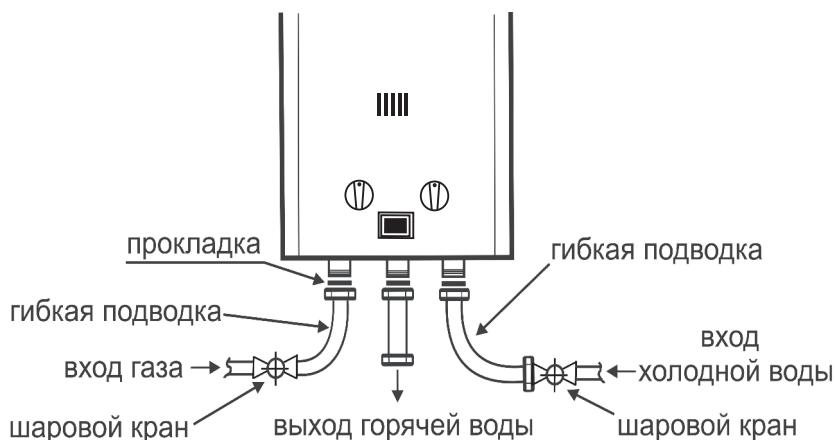

Рис. 8.
2. Установка газовых и водопроводных труб (рис. 8).